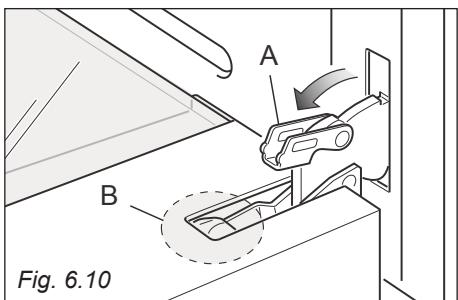
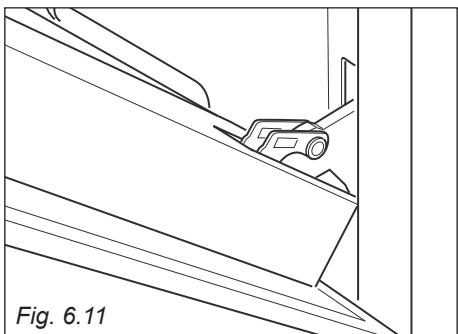

Fig. 6.10
Fig. 6.11
- Ouvrez complètement le levier "A" sur les charnières de gauche et de droite (fig. 6.10).
- Refermez doucement la porte (fig. 6.11) jusqu'à ce que les leviers "A" des charnières gauche et droite s'accrochent sur la partie "B" de la porte (fig. 6.10).